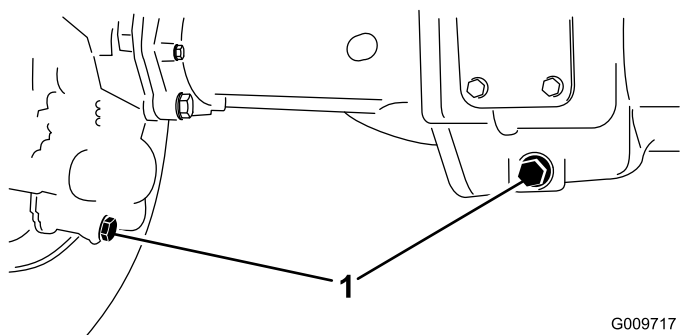

Figura 69
2. Limpe a zona em redor dos 3 tampões de escoamento, 1 em cada extremidade e 1 no centro (Figura 69).